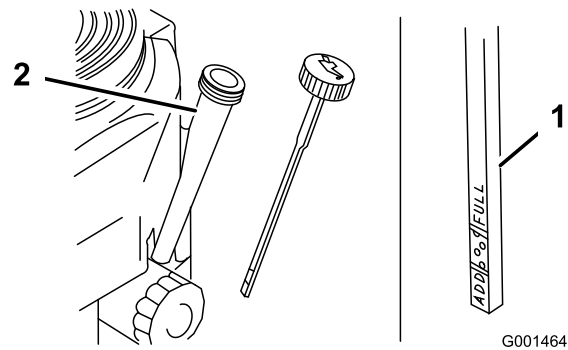

Bild 17
3. Reinigen Sie den Bereich um den Ölpeilstab (Bild 17).
4. Nehmen Sie den Ölpeilstab heraus und wischen das Ende ab (Bild 17).
5. Schieben Sie den Peilstab ganz in das Peilstabrohr, drehen Sie ihn jedoch nicht in den Einfüllstutzen (Bild 17).
6. Ziehen Sie den Peilstab wieder heraus und prüfen Sie das Stabende. Der Ölstand sollte zwischen der Nachfüll- und Voll-Markierung sein (Bild 17).